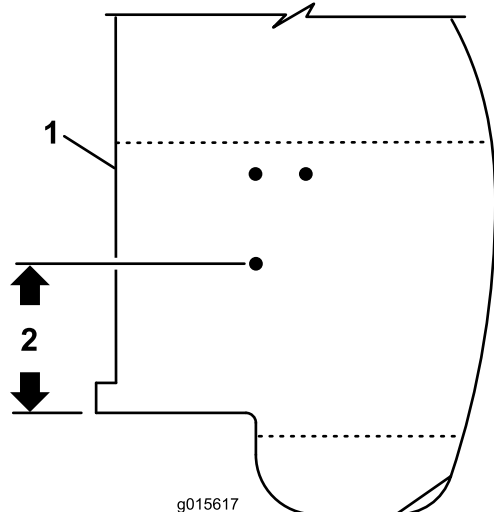

Figura 1
- Se o orifício traseiro estiver localizado 9,5 cm da extremidade do guarda-lamas como se mostra na Figura 1, siga para o passo 4.